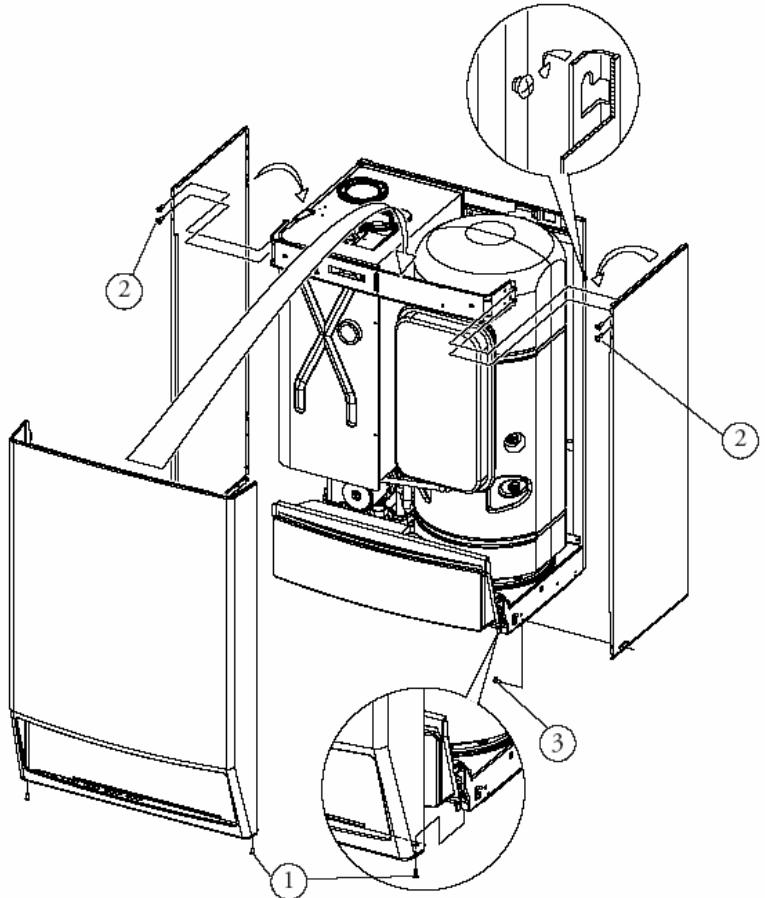

Рис. 24
- Отвинтить крепежные винты (1) в нижней части лицевой крышки;
- Потянуть лицевую крышку на себя, приподнимая ее вверх (см. Рис. 24);
- Отвинтить винты (2) в верхней части стенок, на которые опирается лицевая крышка (см. Рис. 24);
- отвинтить винты (3) нижних боковых стенок и подтолкнуть стенки вверх, чтобы освободить их и снять.